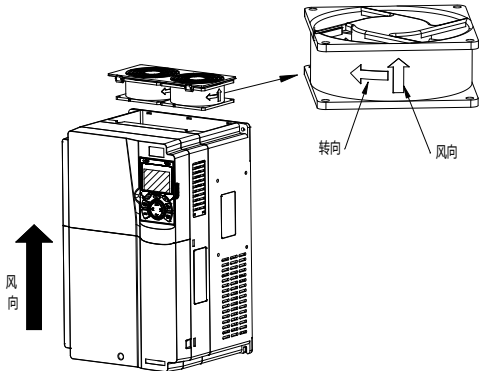

图 10-1 7.5kW（含）以上机器风扇维护
- 步骤5 将新的冷却风扇装入变频器内；并按照相反的顺序将风扇电缆插入线夹，装好变频器，请注意风扇的风向与变频器风向保持一致，如图 10-1 所示。